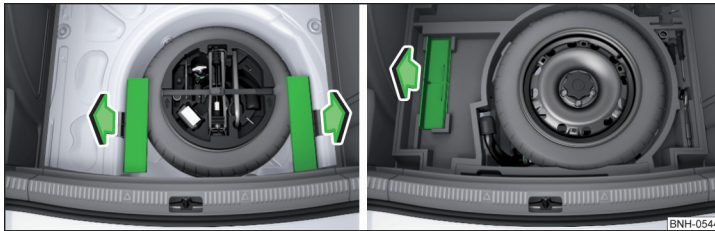
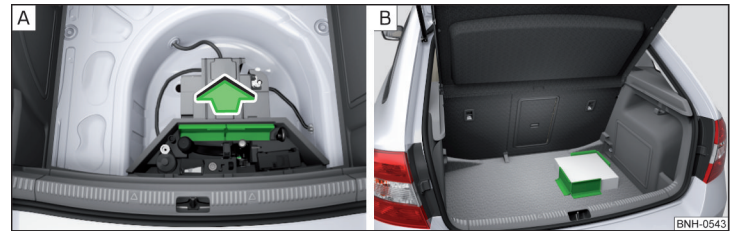

Abb. 98 Cargo-Elemente herausnehmen: Variante 1 / Variante 2
Abb. 99 Cargo-Elemente herausnehmen: Variante 3 / Befestigungsbeispiel der Ladung mittels des Cargo-Elements
- Die Cargo-Elemente in Pfeilrichtung herausnehmen » Abb. 98 bzw. » Abb. 99 - **A**.
- Die Cargo-Elemente mit Klettverschluss möglichst in der Nähe der Rücksitze auf dem Bodenbelag des Gepäckraums » Abb. 99 - **B** oder auf der Stoffseite des beidseitigen Bodenbelags befestigen.